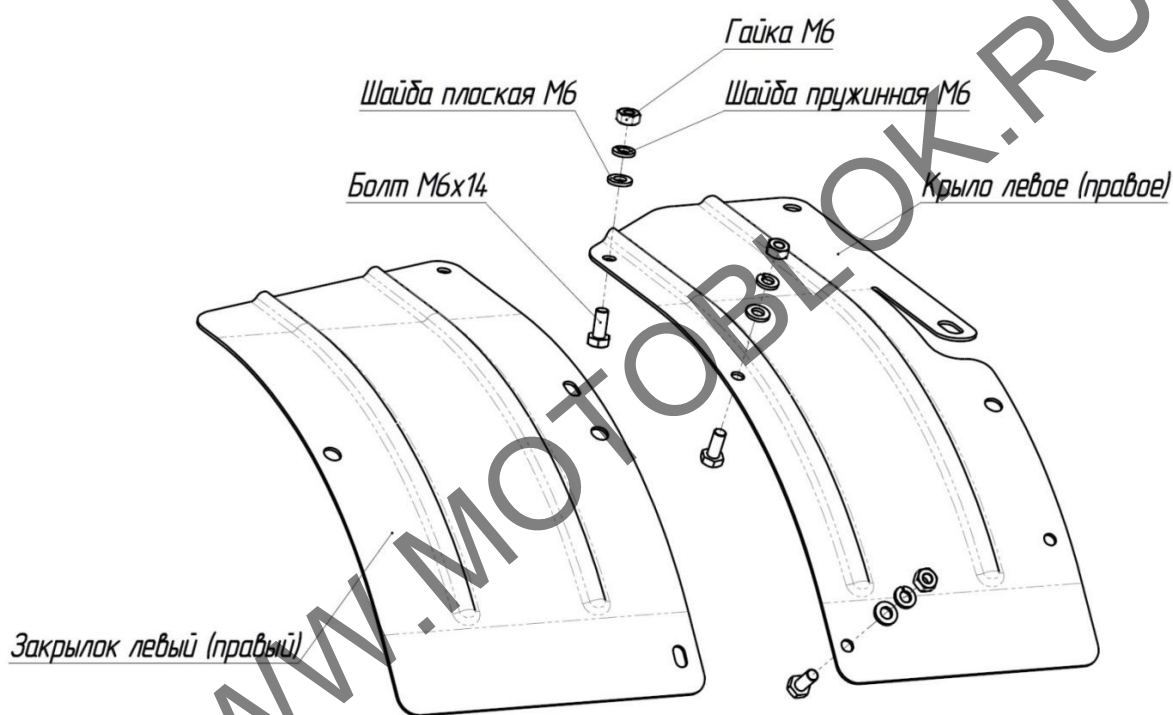

Рис.8 Схема крепления закрылков (дополнительных крыльев)
6. Собрать фрезы-культиваторы в соответствии с рис.8.
8. Установить защитные крылья (закрылки) над фрезами (рис.8).
Установите на выходной вал редуктора и закрепите стопорами необходимое количество фрез-культиваторов (рис.10, 11), установите закрылки (рис.8) и наденьте защитные очки.